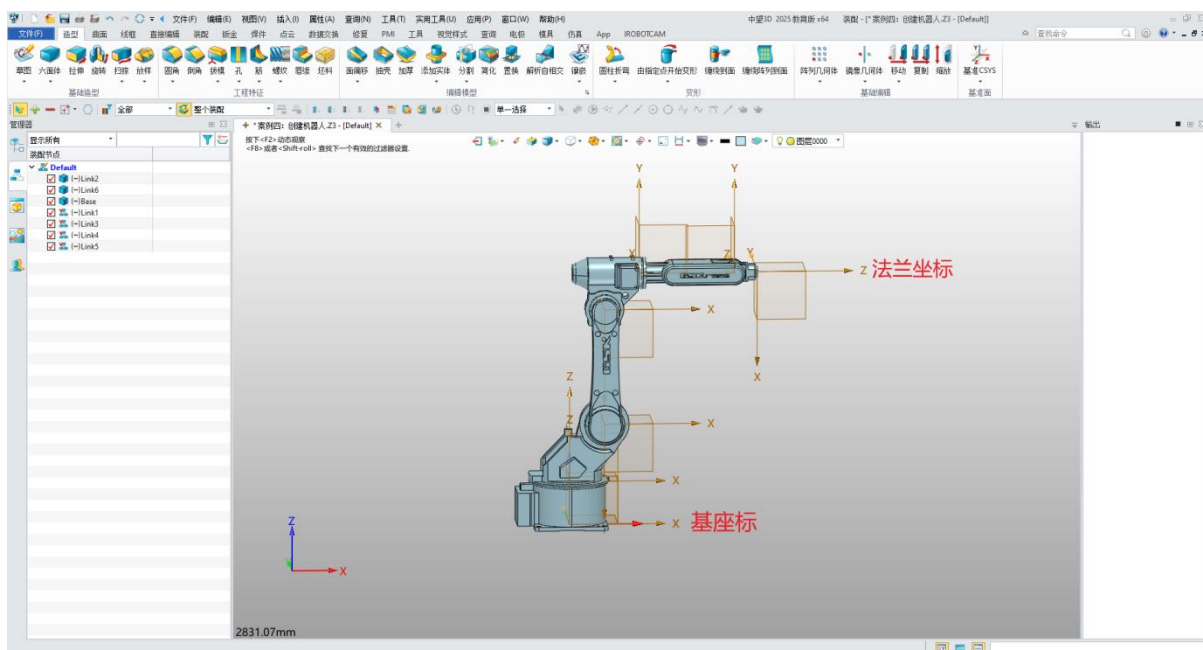

图 8-8: 坐标系位置
- 将其余关节旋转轴位置的坐标系按照上述进行创建。（图 8-8）